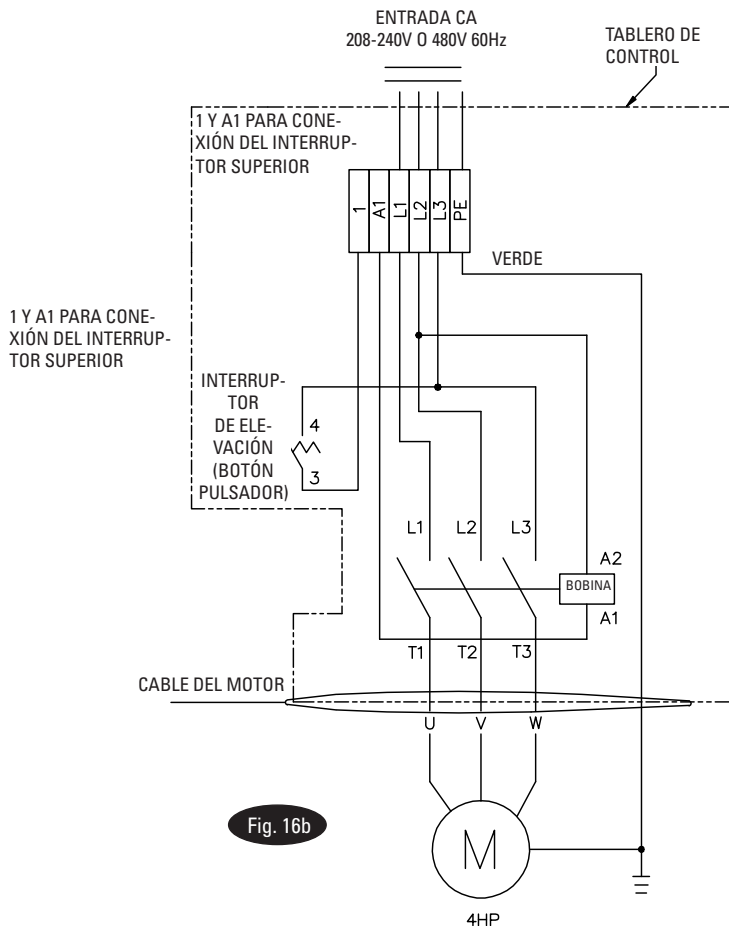

Fig. 16b
¡IMPORTANTE! Utilice circuitos separados para cada unidad de alimentación. Proteja cada circuito con fusibles de acción retardada o interruptores automáticos. Para sistemas monofásicos de 208-230V, utilice fusibles de 20 amp. Para motor monofásico de 4HP utilice fusible de 30 A. Para sistemas trifásicos de 208-240 V, utilice fusibles de 20 A. Para sistemas trifásicos de 400 V y superiores, utilice fusibles de 10 A. Para el cableado, consulte la Fig. 15, Fig. 16, y Fig.16b. Todo el cableado debe cumplir con el NEC y con los códigos eléctricos locales.
16. Interruptor superior: Revise el ensamblaje del interruptor superior para asegurar que la barra del interruptor esté presionando el émbolo del interruptor suficientemente para activar el interruptor. El interruptor superior está cableado normalmente abierto, vea la Fig. 15, Fig. 16 y Fig. 16b. El elevador no funcionará hasta que el peso de la barra del interruptor presione el émbolo del interruptor. Compruebe que la Unidad de Energía deje de trabajar cuando la barra del interruptor esté levantada, y reinicie cuando la barra sea liberada.